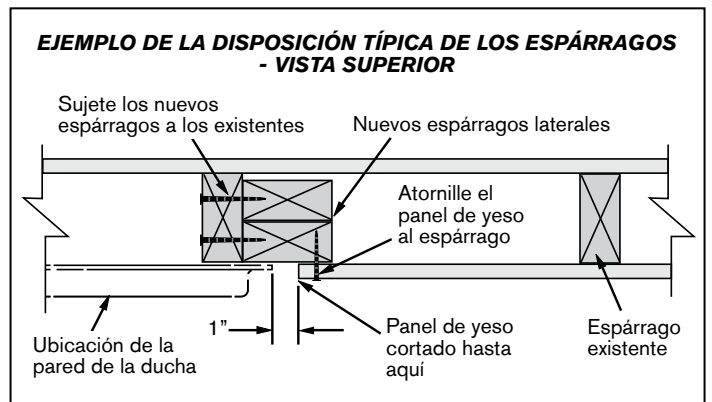

Figura 3
- 2 Instale los espárragos para proveer soporte a la unión entre la brida y el panel de yeso. (Figura 3)